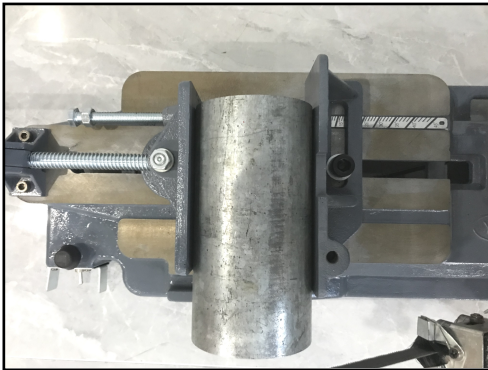

图 180-9
1. 需要  $0^{\circ}$  切割操作时，如图 180-9 所示紧固好切割工件。然后如图 180-11 所示开动工具，等待片刻待锯片达到全速运转，然后轻轻放低锯片至切割位置，建议利用机身自重下降，不要施加压力，如特殊情况可对其轻微施加压力，请勿压力过大。切割结束时，轻轻将机架抬起，固定在机架卡件上，确保其不会落下。如需要批量切割固定长度的工件时，使用长度定位杆设定要切割的长度，进行切割操作。